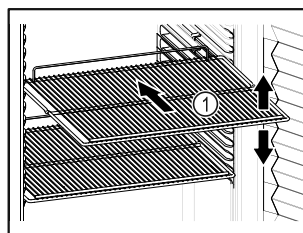

Fig. 30 Exempel
- Om gallren Fig. 30 (1) kan flyttas om ska de anpassas på höjden.